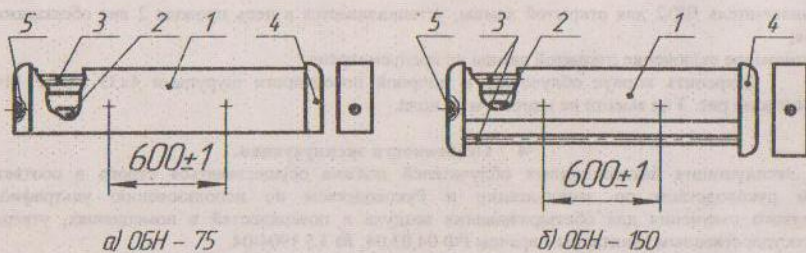
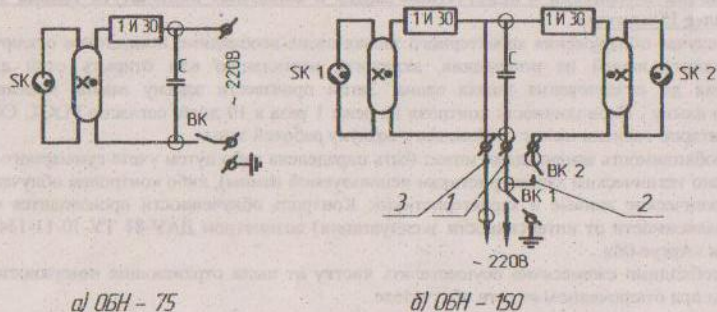

Рис. 1 Общий вид облучателей медицинских бактерицидных
Рис. 2 Принципиальные электрические схемы облучателей бактерицидных
2.5 Выключатель для открытых ламп ВК2 (см. рис. 2) должен устанавливаться вне обслуживаемого помещения.
3.3 Проверить работу облучателя до его монтажа в следующей последовательности (см. рис. 1):
- открутить винты (5), снять боковины (4);
- установить стартеры (2), для чего необходимо вставить их в патроны и повернуть по часовой стрелке до упора;
- установить лампы (3), для чего необходимо одновременно завести контакты лампы в патроны и зафиксировать их;
- установить боковины (4) и закрепить винтами (5).
3.4 Подсоединить облучатель к сети в соответствии с электрической схемой рис. 2, при этом необходимо учитывать следующее: